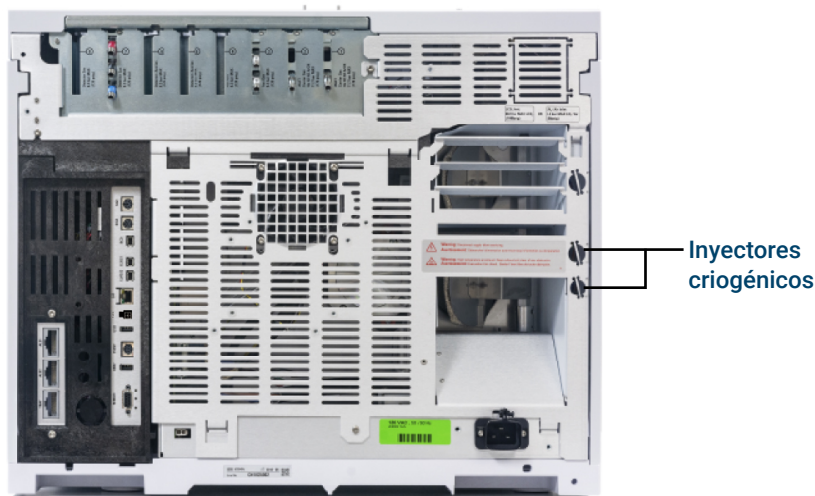

Figura 16. Conexiones de la válvula de enfriamiento criogénico con LN₂
2. Localice el inyector para el N₂ líquido en la parte posterior del GC. Prepare suficiente tubería para llegar desde el tanque de suministro hasta esta toma de salida. Consulte la Figura 16.